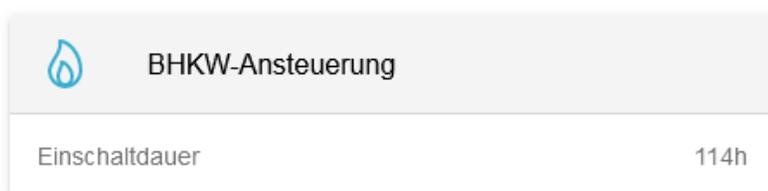

Abbildung 20. Widget - Historische Ansicht 1
- Abbildung 20. Widget - Historische Ansicht 1